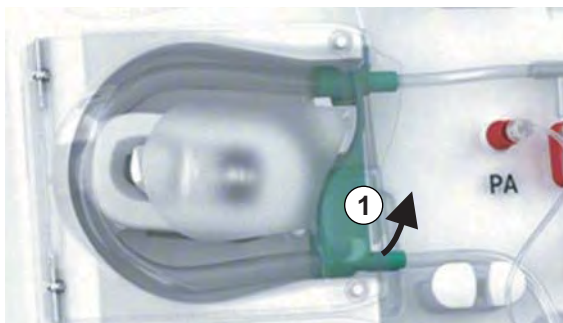

Bild 7-1 Utmatning av blodslang
5. Dra ut den undre delen av multikontakten något (Bild 7-1, ① ) från blodpumpsbasen (pilens riktning) medan blodpumpshöljet hålls stängt.